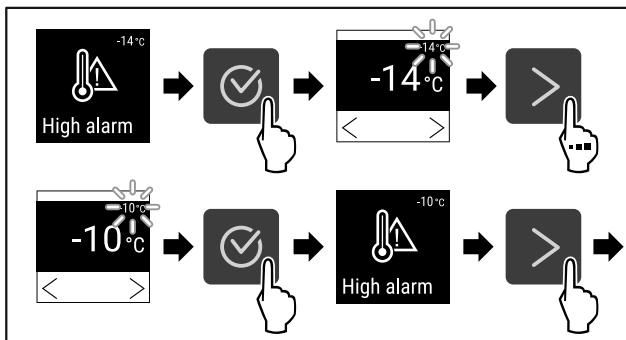

Fig. 98
- ▶ Изпълнете стъпките (виж Fig. 98).